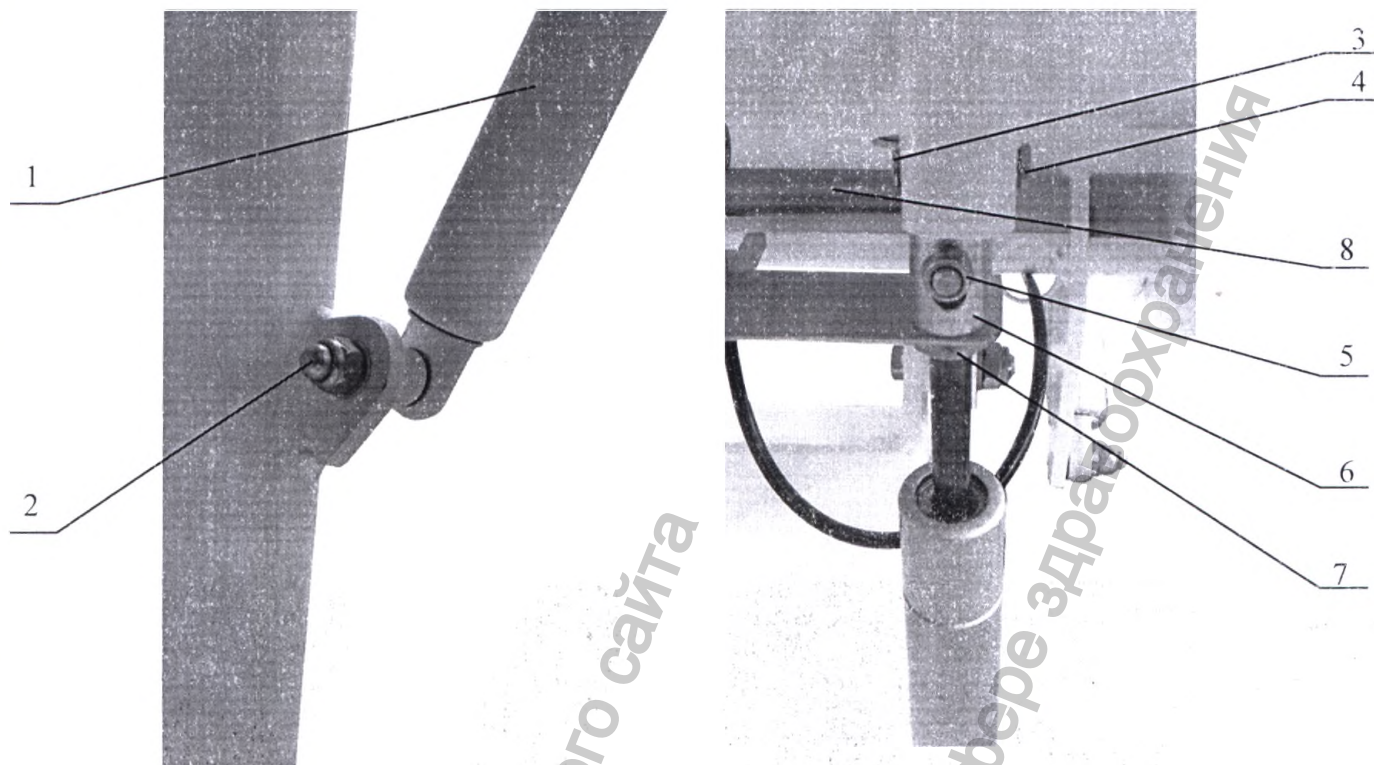

Рисунок 7. Замена газовых пружин поворота сиденья.
12.2.1. Отверните гайки 5 (Рисунок 7) – 2 шт.